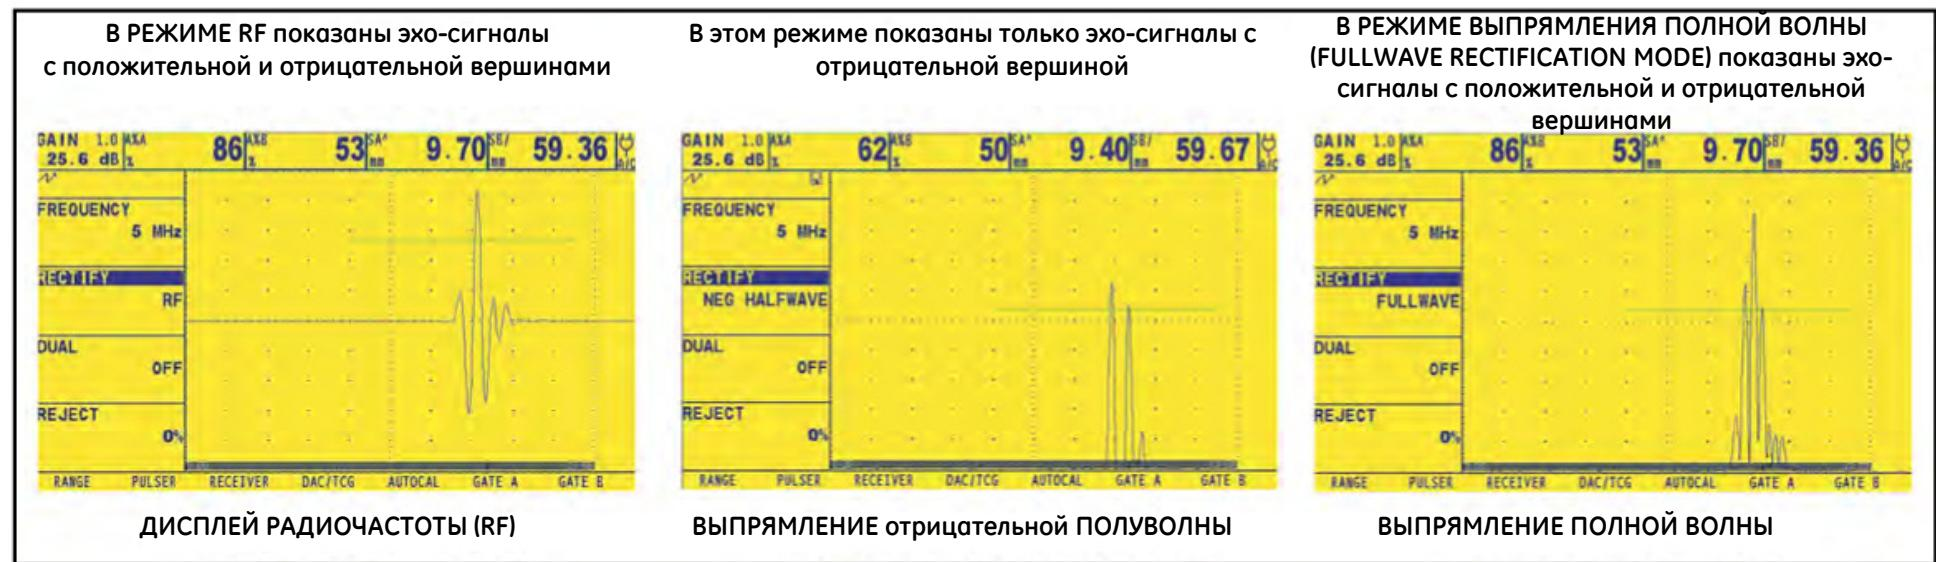

Рисунок 12. Типичный высокочастотный сигнал и выпрямленные сигналы
Выпрямление воздействует на ориентацию изображения А-скана на экране дисплея. А-скан представляет звуковой импульс (т.е. эхо-сигнал), возвращенный в прибор от контролируемого материала. Последовательность эхо-сигналов внешне выглядит как **высокочастотный (RF)** сигнал, показанный на рис. 12 ниже. Следует обратить внимание на то, что высокочастотный сигнал имеет отрицательную составляющую ниже оси и положительную – выше оси. В режиме RF стробирующих импульсов A и B можно расположить выше или ниже оси, чтобы они запускались эхо-сигналом с положительной вершиной или с отрицательной вершиной.
- *Отрицательное полувыпрямление* означает, что только нижняя (т.е. отрицательная) половина высокочастотного сигнала будет отображена на дисплее (см. рис. 12, стр. 47). Следует отметить, что несмотря на то что отображается только отрицательная половина высокочастотного сигнала, она показывается в той же ориентации, что и положительная составляющая, для удобства просмотра.
- *Выпрямление полной волны* объединяет сигналы с положительной и отрицательной выпрямленными составляющими и показывает оба этих сигнала в положительной ориентации (см. рис. 12, стр. 47).